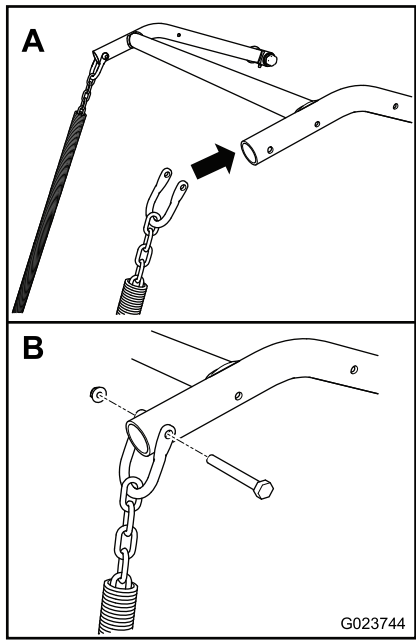

Figura 12
3. Alinee cada grillete con el lado correspondiente del elevador del accesorio de la máquina (Figura 12).